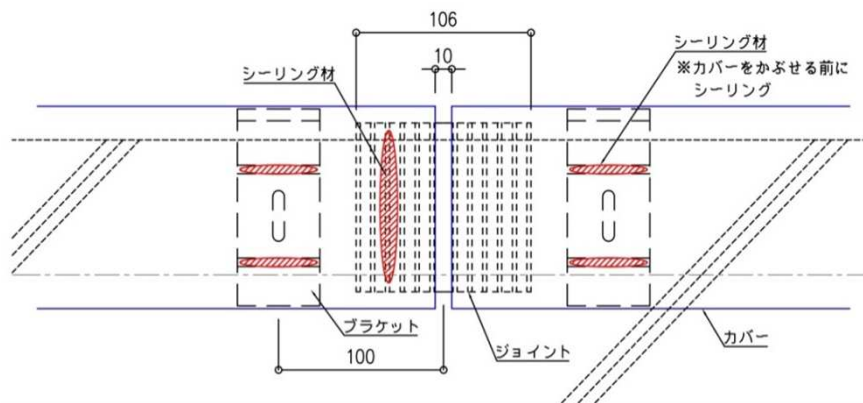

図3-2
- ・ 本体が風等で移動しないように、ブラケット頭頂部とジョイントにシーリング材を塗布してください。（図3-2参照）